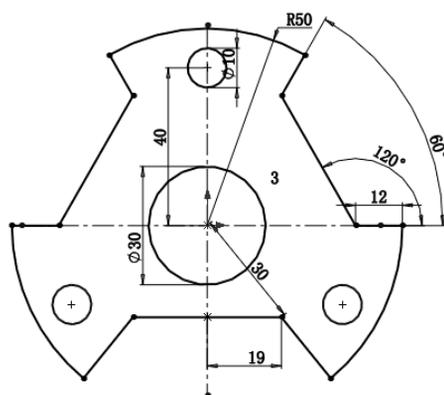

图 2-110 圆周阵列草图
(8) 圆周阵列草图。单击“草图”选项卡中的“圆周草图阵列”按钮, 选择直径为 10mm 的小圆, 阵列数目为 3, 圆周阵列草图如图 2-110 所示。